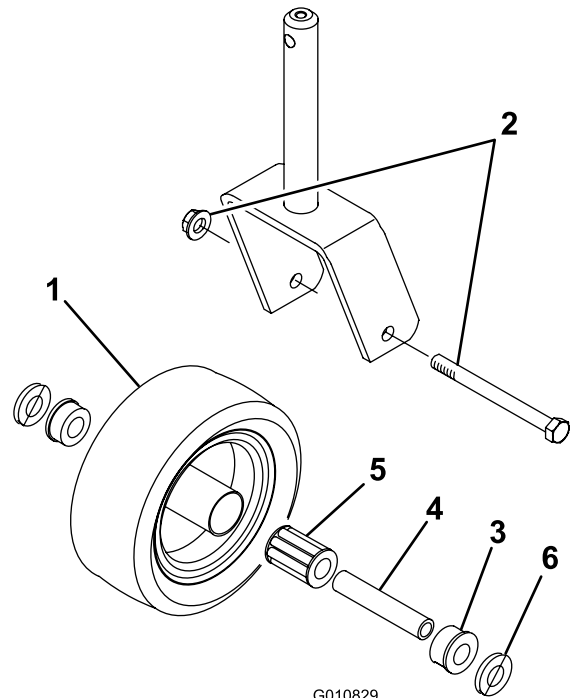

Figure 22
1. Enlevez le contre-écrou de la vis qui fixe la roue pivotante à la chape (Figure 22).
3. Sortez la douille pour clé du moyeu de roue (Figure 22).
9. Insérez l'autre bague dans le côté ouvert du moyeu pour bloquer le roulement à l'intérieur (Figure 22).